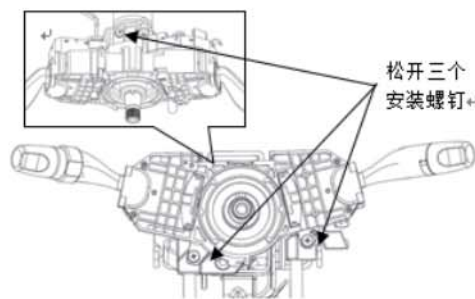

图 5.6 拆下组合开关
①拔下连接在组合开关上的接插件。
②用十字起松开组合开关的三个安装螺钉（两个位于正面、一个位于背面），如图 5.6 所示，取下组合开关。